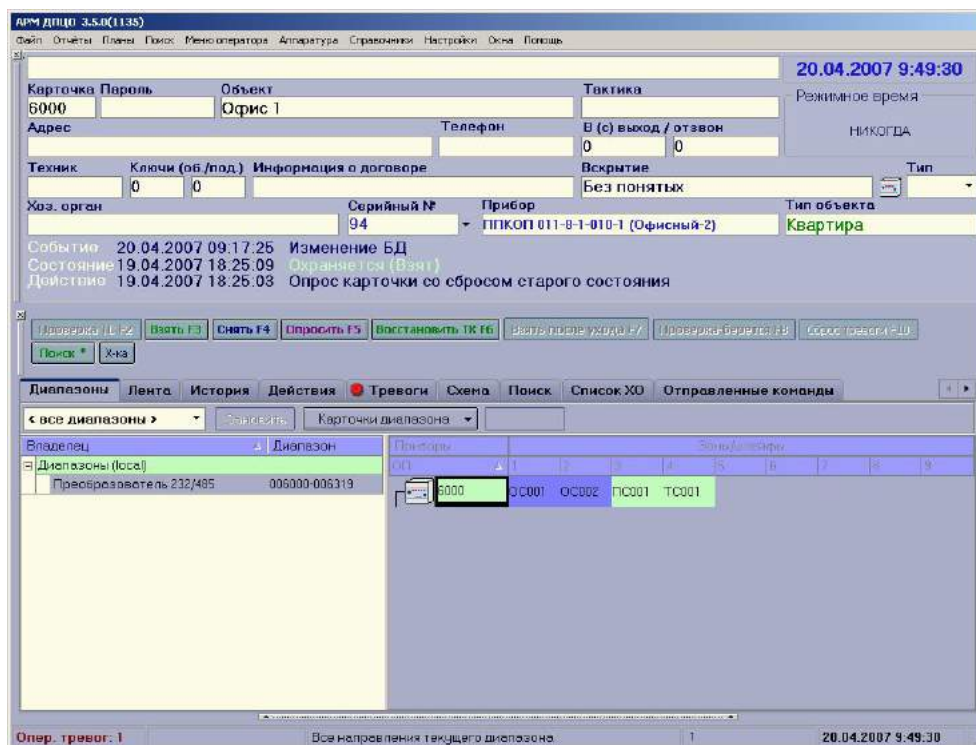

Рисунок 4.3 Главное окно программы АРМ "ДПЦО", закладка "Диапазоны".
- создать диапазон карточек для устройства «Преобразователь 232/485» и соответствующим образом изменить права операторов системы. В АРМ «ДПЦО» диапазон карточек с ППК-011-8-1-010 должен выглядеть как на Рис.4.3.